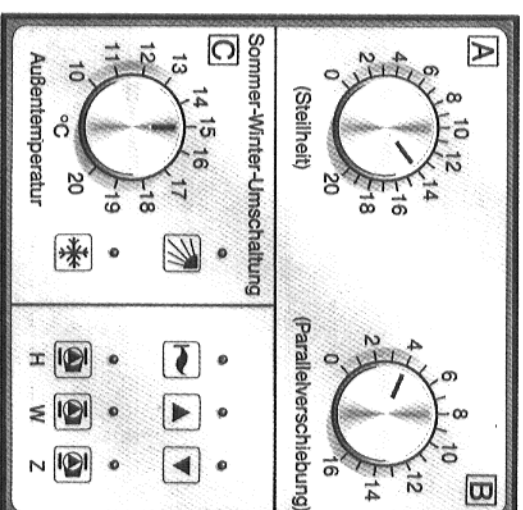

Abb. 2
*) Damit der Kessel bei manueller Bedienung nur zur Brauchwassererwärmung in Betrieb geht, muß zusätzlich der Knopf C „Sommer-Winter-Umschaltung“ auf 10°C eingestellt werden (s. Abb. 2) und der Raumtemperaturfühler (Fernbedienung) auf Stellung C stehen.